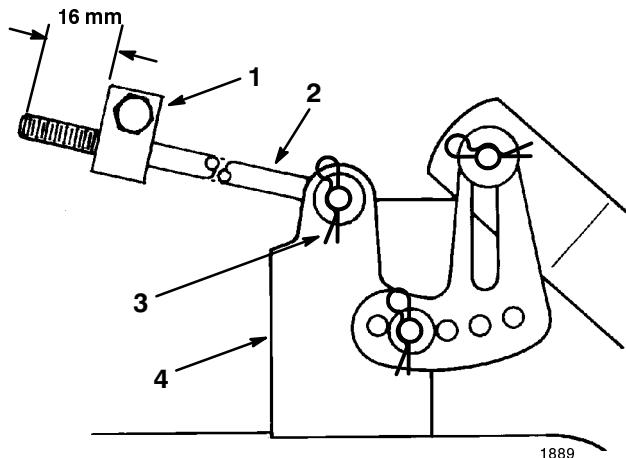

Bild 52
5. Messen Sie die Länge der Stange, die vorne aus dem Einstellblock an den Seiten des Fahrgestells heraussteht (Bild 52). Entfernen Sie, wenn die Länge der Stange nicht 16 mm beträgt, den Splint und die Scheibe vom Ende der Stange (Bild 52) und drehen die Stange, bis die Länge von 16 mm erreicht ist. Bringen Sie dann das Ende der Stange im Loch in der Schneidwerkbefestigung an und sichern es mit einer Scheibe und dem Splint ab. Wiederholen Sie diesen Vorgang an der anderen Schneidwerkseite.